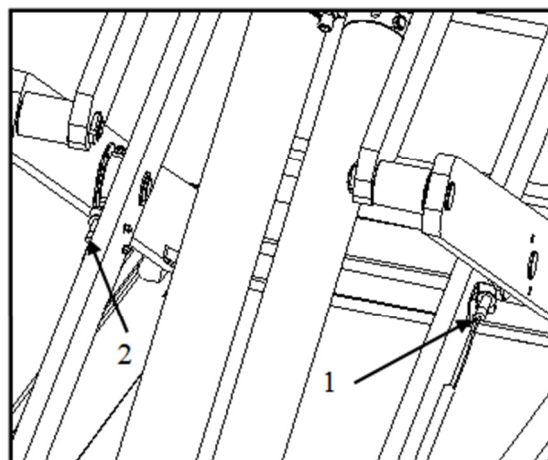
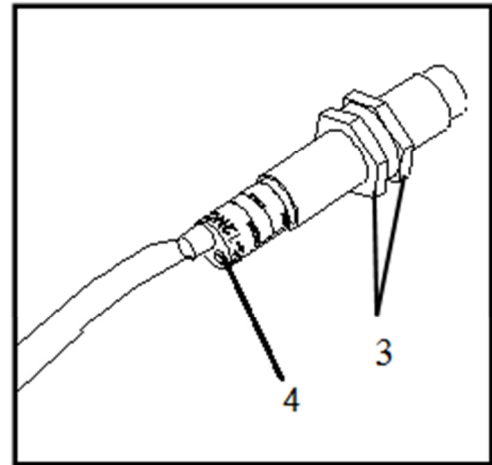

Fig. 9
Fig. 10
Les fins de course doivent être réglés lors de l'installation du pont, ils sont situés sur les ciseaux de la plate-forme 2. Le fin de course de hauteur (1, fig.9) règle la hauteur maximale du pont et le fin de course de sécurité (2, fig.9) garantit que l'élévateur ne descende pas au sol d'un seul coup.
2. Desserrez les écrous (3, fig.10) de l'interrupteur de fin de course (1, fig.9) et placez le capteur en position, réglez l'interrupteur de sorte que le voyant rouge à l'arrière de l'interrupteur s'allume tout juste.
2. Desserrez les écrous (3, fig.10) de l'interrupteur de fin de course (2, fig.9) et placez le capteur en position, réglez l'interrupteur de sorte que le voyant rouge à l'arrière de l'interrupteur s'allume tout juste.